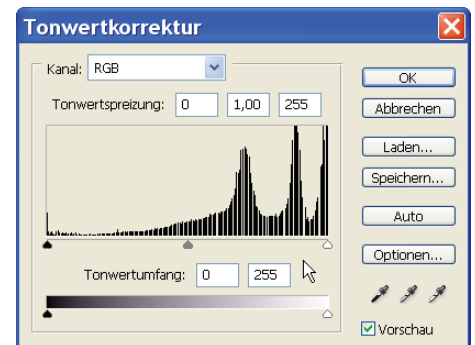

Abb. 11-64: Tonwertabrisse nach der Korrektur
- Wenn die Zeichnung in bestimmten Bildbereichen erhöht werden soll (Abb. 11-64)
Da eine Aufwertung des Bildes häufig nur in bestimmten Bildbereichen erforderlich bzw. erwünscht ist, sollte im Vorfeld gezielt maskiert werden. Hier im Beispiel Abbildung 11-64 weist der Himmel eine gute Zeichnung auf, die Skulptur im Vordergrund und die Hausfassade rechts dagegen nicht.